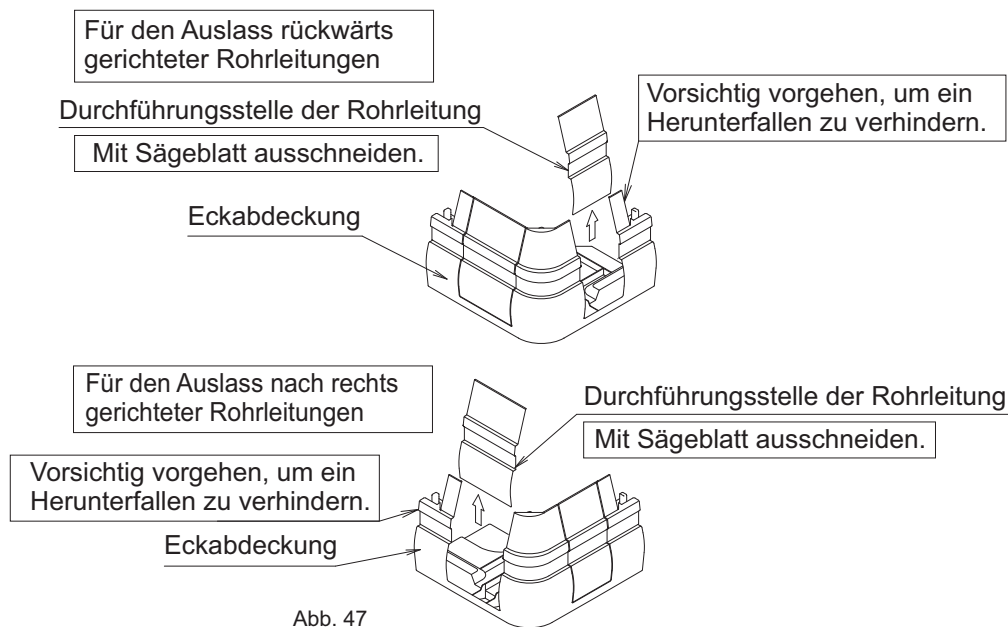

Abb. 47
- Für den Auslass von nach rechts gerichteten und rückwärtsführenden Rohrleitungen die Eckabdeckung wie in **Abb. 47** dargestellt ausschneiden und entfernen.